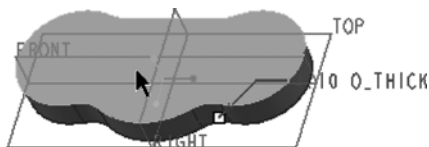

图 4-88 选择要移除的曲面
- 3 选择要移除的曲面，以确定壳的开口面，如图 4-88 所示。